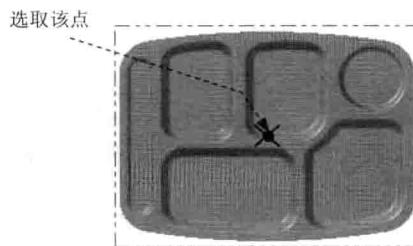
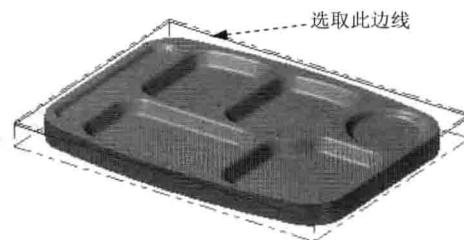

图 1.4 定义基准点
图 1.5 绘制矩形边界
Step1. 绘制矩形边界。单击俯视图 按钮，选择 **绘图(C)** → **矩形(R)...** 命令，系统弹出“矩形”工具栏；确认“矩形”工具栏中的 按钮被按下，选取图 1.4 所示的坐标原点，然后在 后的文本框中输入值 360，在 后的文本框中输入值 270，按 Enter 键。单击 按钮，完成矩形边界的绘制，结果如图 1.5 所示。
(2) 设置加工边界。在 **Containment boundary** 区域中单击 按钮，系统弹出“串连选项”对话框；在图形区中选取图 1.5 所绘制的边线。单击 按钮，系统返回至“刀具路径的